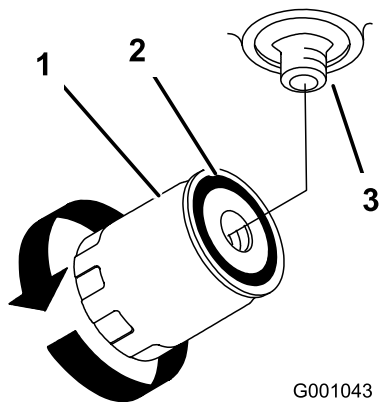

Figura 52
4. Aplique una capa fina a la junta de goma del filtro nuevo (Figura 52).
6. Llene el depósito de aceite hidráulico con aceite hidráulico hasta que éste rebose por encima del filtro, gire el filtro en el sentido de las agujas del reloj hasta que la junta de goma entre en contacto con el adaptador del filtro, luego apriete el filtro media vuelta más (Figura 52).